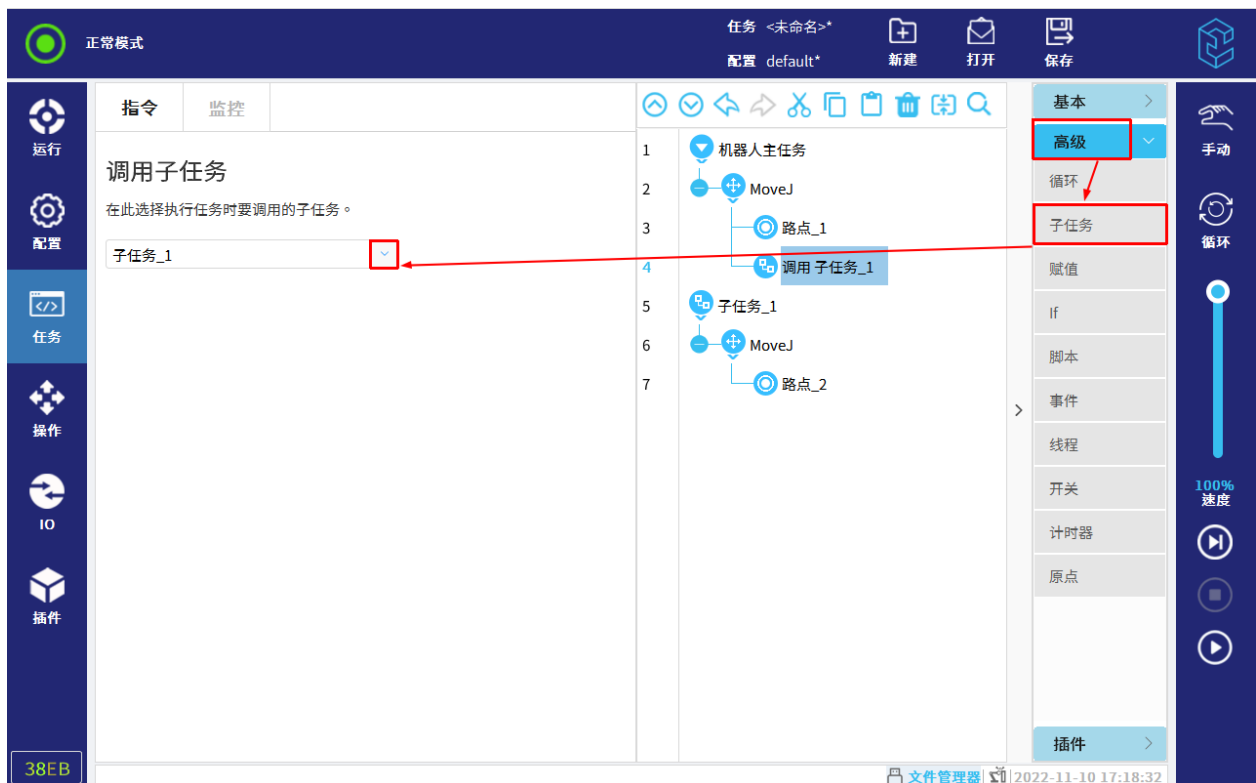

图 12-21 调用子任务
2. 点击任务树中的“调用”，点击“新建”或选择已存在的子任务文件，如图 12-21 所示。